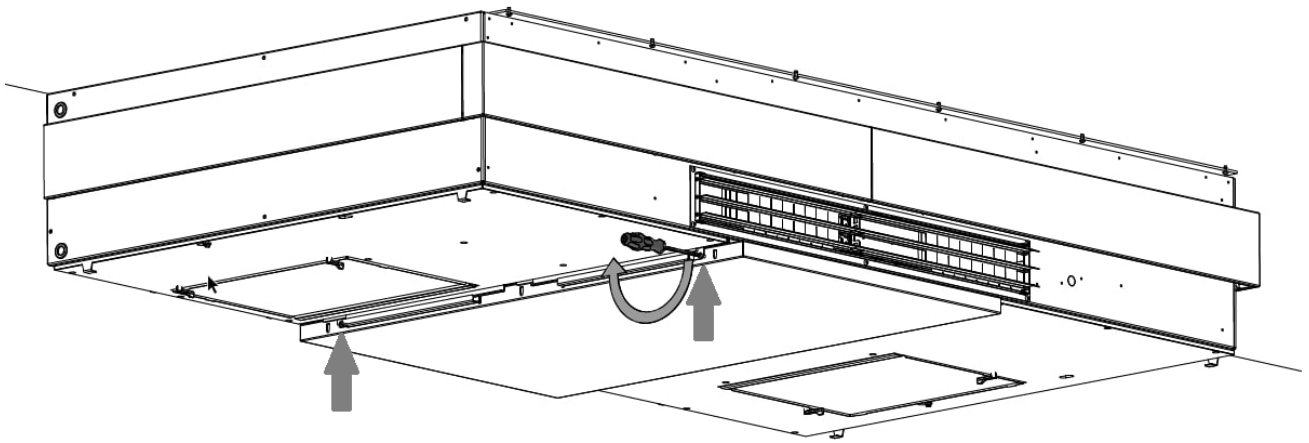

Figur 51: Lyft upp den mellersta bottenplåten på gångjärnen
1. Lyft upp den mellersta bottenplåten på gångjärnen, se Figur 51 nedan.